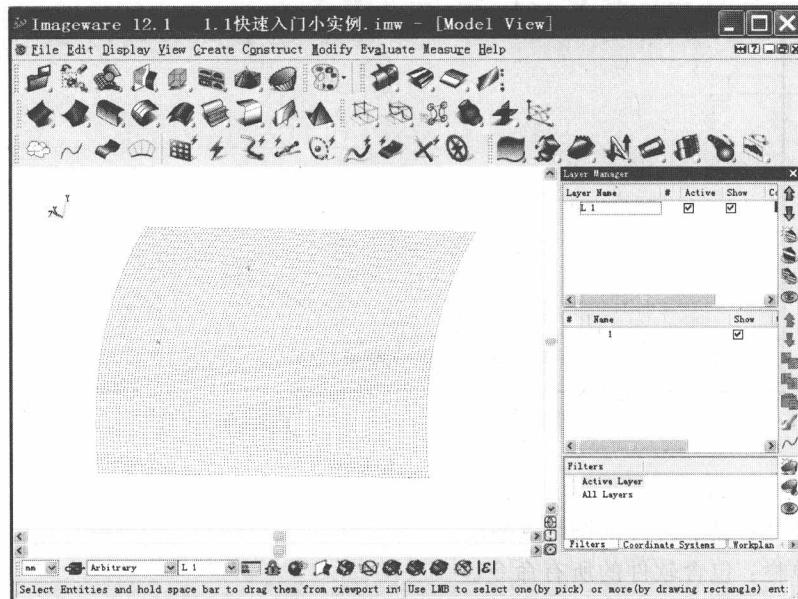

图 1.3
(1) 选择 File→Open, 打开光盘文件“1-1 快速入门小实例 1”, 在工具条上选择层管理器, 如图 1.3 所示, 该点云是一个去除了杂点的规则点云, 所在图层名称为 L1, 点云名称为“1”, 用户可以通过右击来修改名称。